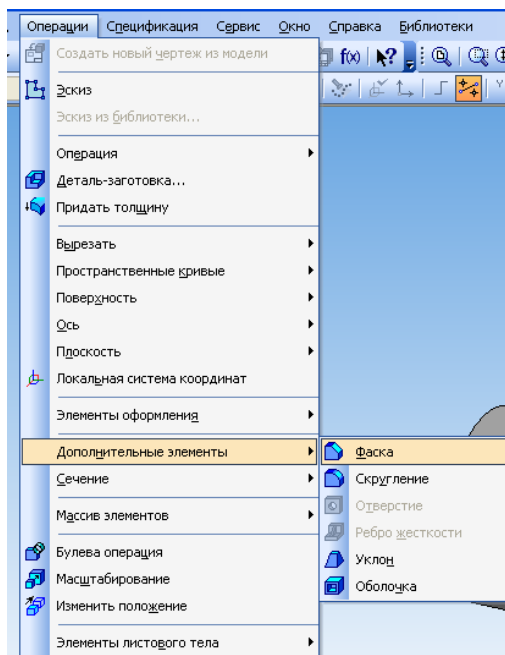

Рисунок 59
- на панели инструментов выберите **Операции**⇒ **Дополнительные элементы**⇒ **Фаска** (рисунок 59)